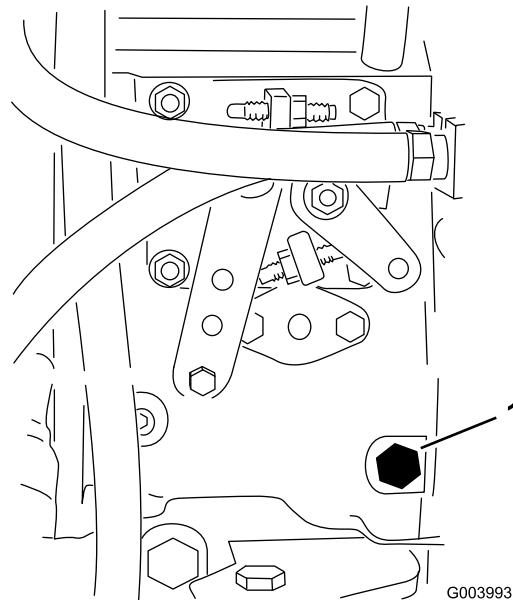

Рисунок 37
3. Отпустите винт стравливания давления воздуха из топливного насоса для впрыска топлива (Рисунок 37) 12-миллиметровым ключом.